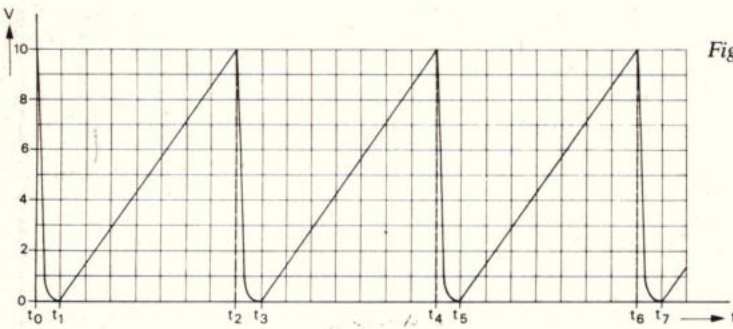

Fig. 15.
b. Omdat de stroom I constant is, is de lading, dus ook de spanning op C, evenredig met de tijd. De spanning  $u_u$  verloopt dus volgens een rechte lijn (zie fig. 15). Tijdens de pulsen werkt de transistor vrijwel als een kortsluiting en is de condensator zeer snel ontladen.